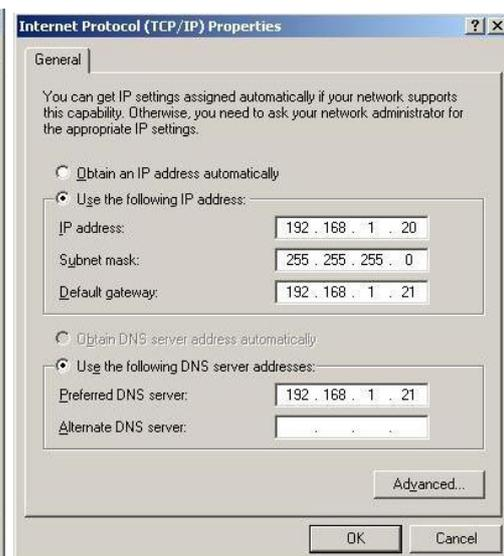

Bild 4
- ▶ Konfigurationsbeispiel (Bild 4) wenn kein DHCP-Server verfügbar ist (Verbindung über Switch oder HUB).